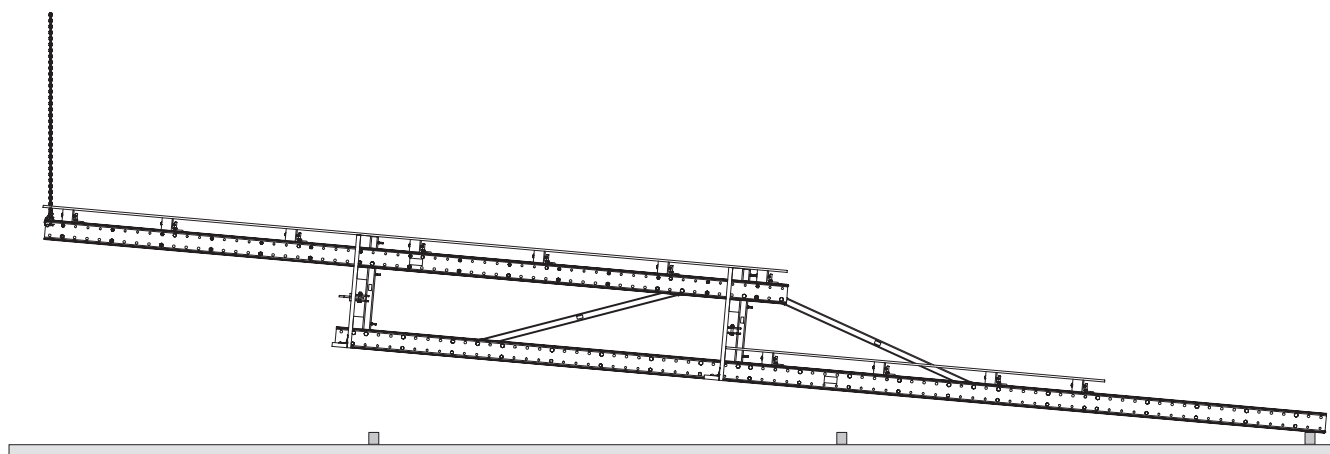

Fig. C4.02
7. Allineare e sollevare l'unità di ripresa. (Fig. C4.02)